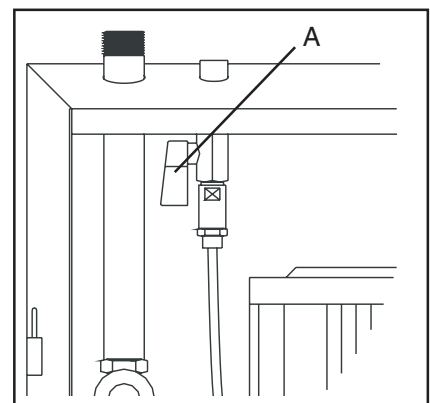

Fig. 17
2. Die Luftzufuhr öffnen, die sich in der Hauptstation befindet (vgl. A, Fig. 17).
3. Luftzufuhr sperren (A, Fig. 17).